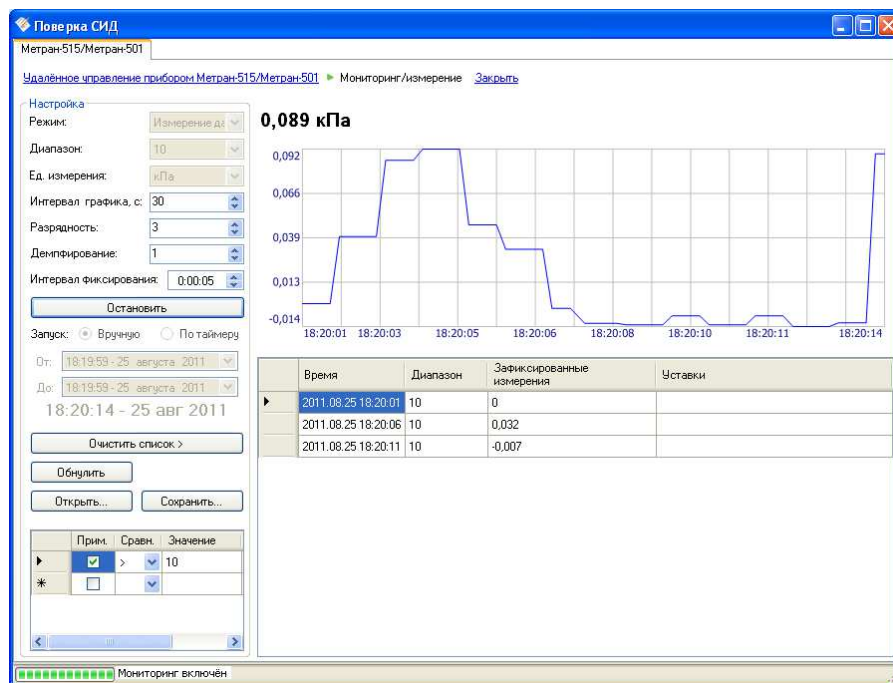
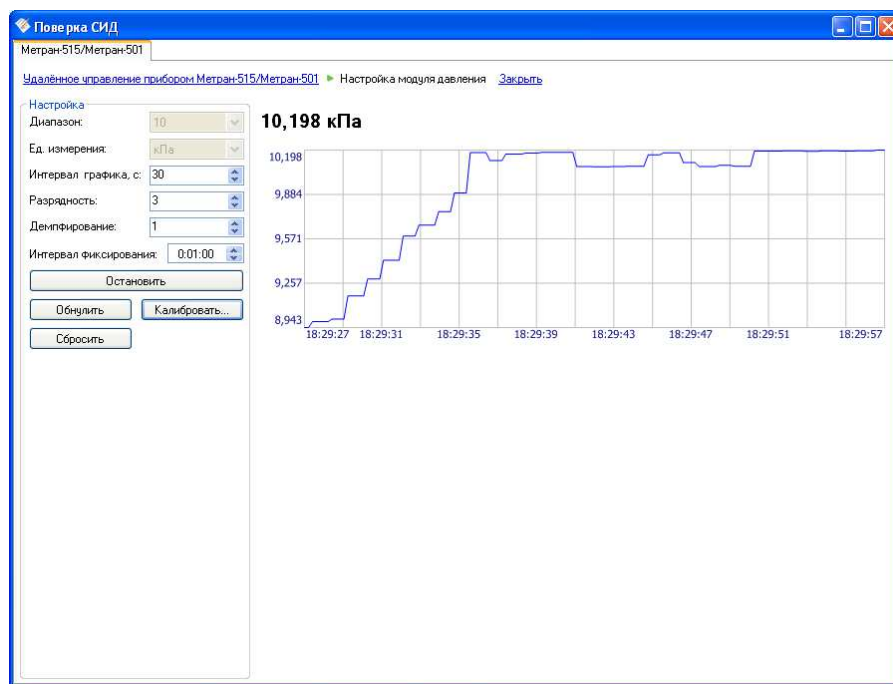

Рисунок 4.61 – Мониторинг/измерение калибратора Метран-515
Рисунок 4.64 Режим настройки модуля давления калибратора Метран-515
- Мониторинг/измерение (см. Рисунок 4.61);
- Настройка модуля давления (см. Рисунок 4.64).
• Мониторинг/измерение (см. Рисунок 4.61); • Архив проверок датчиков давления (см. Рисунок 4.62); • Тест герметичности (см. Рисунок 4.63); • Настройка модуля давления (см. Рисунок 4.64).
В окне программы расположены компоненты (см. Рисунок 4.61):